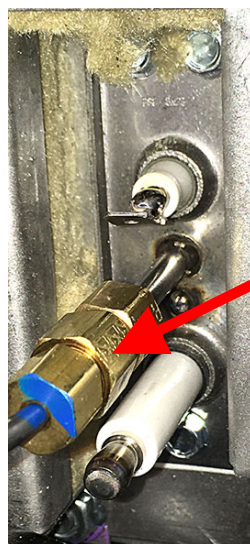

図 48
55. ステップ 31 で取り外した濃縮チューブを再度取り付けます (図 48 を参照)。すべてのフィッティングがしっかりしていることを確認してください。